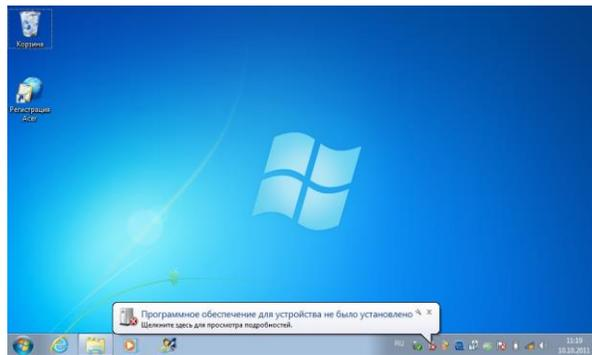

Рис.1
3. Появится сообщение «Программное обеспечение для устройства не было установлено» рис.1